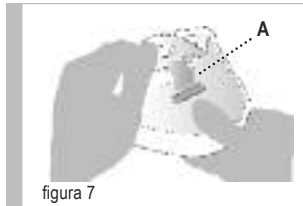

figura 7
**ALMOHADILLAS – Extracción del revestimiento de tejido** - vea la figura 7